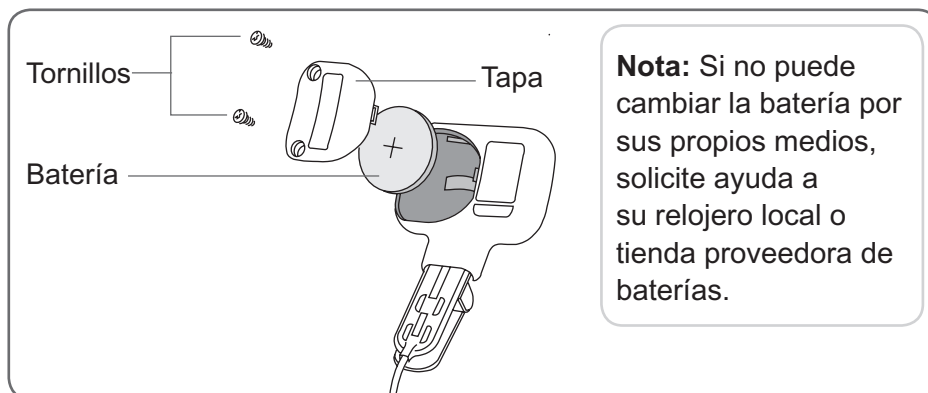

Figura 17: Cómo cambiar la batería del sensor de marcha.
1. Quite los dos tornillos de la tapa de la batería. Vea la Figura 17.